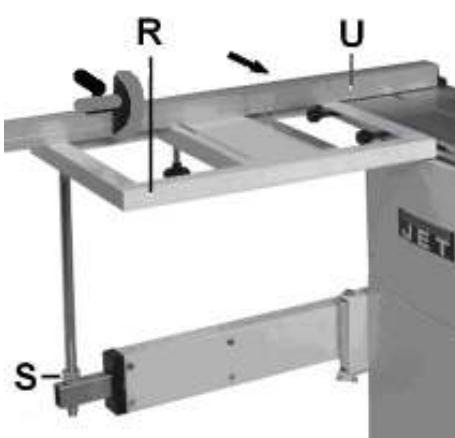

Рис. 12
- Телескопическая штанга регулируется на заводе. Каретка перемещается к телескопической штанге под прямым углом (как показано на рис. 12).
- Установите шкалу поперечного упора при помощи гаек (S) на уровне рабочего стола станка.
- Используйте поперечный упор(U) в качестве поверочной линейки.
- Не устанавливайте поперечный упор (рис. 12,U) во время работы станка.
- Регулировка упора на 90° (R, рис. 12) производится на заводе. Для перестановки центр вращения необходимо переместить в T-образном пазе торцовочного упора. Проверьте правильность установки на пробной заготовке.
- Стол каретки устанавливается на телескопической штанге (R, рисунок 12).